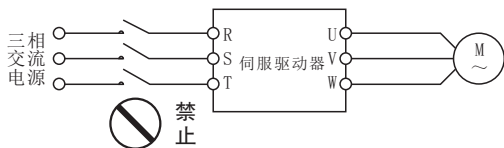

图1-5
- 严禁在伺服驱动器输入侧使用接触器等开关器件进行直接频繁起停操作。因伺服驱动器主电路存在较大的充电电流，频繁通断电，将产生热积累效应，引起元器件热疲劳，极大缩短伺服驱动器的使用寿命。如图1-5所示。